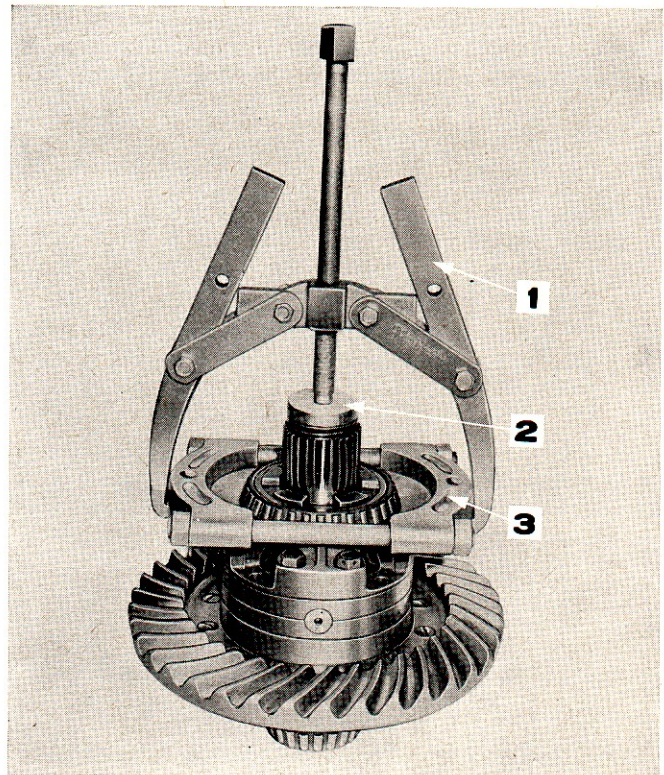

Figure 18: Extraction d'un roulement de différentiel
comme représenté Figure 18.
6. Pour déposer le roulement droit sur les tracteurs comportant un blocage de différentiel, on utilisera les outils nos 952, 1003, 630-16 (Figure 18). Le roulement gauche (sur tous les tracteurs) et le roulement droit (sur les tracteurs sans blocage de différentiel) seront extraits au moyen des outils 952, 1003, 630-10. L'extraction s'effectue